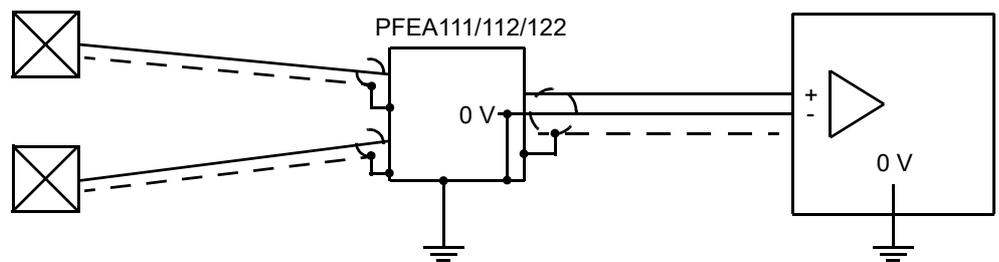
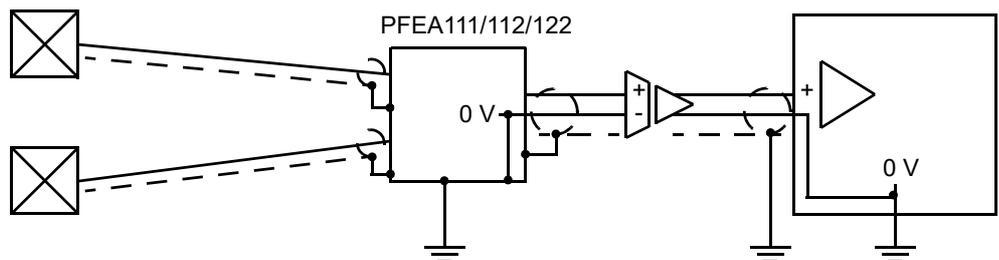

Figure 2-8. Connexion à un système supérieur avec une entrée isolée ou différentielle
Figure 2-9. Connexion à un système supérieur à travers un amplificateur d'isolement séparé
- Dans la mesure où la terre du signal du système de mesure est connectée à la terre du châssis de l'unité de contrôle électronique, l'entrée d'un système supérieur connecté au système de commande n'a pas besoin d'être reliée à la terre. Les meilleures méthodes d'interconnecter le système de mesure et un système supérieur et d'obtenir un fonctionnement optimal sont indiquées aux Figure 2-8 et Figure 2-9.